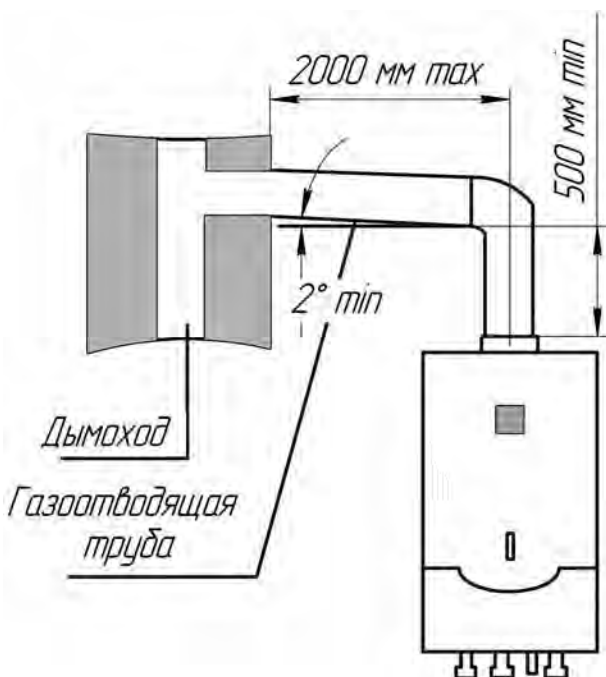

Рис. 2. Подключение аппарата к дымоходу.
11.1 Наиболее распространенная схема подсоединения газоотводящей трубы представлена на рис.2.
12.3 Для аппаратов по рис. 2б и 4 степень зарядки батарей можно контролировать по LCD дисплею.